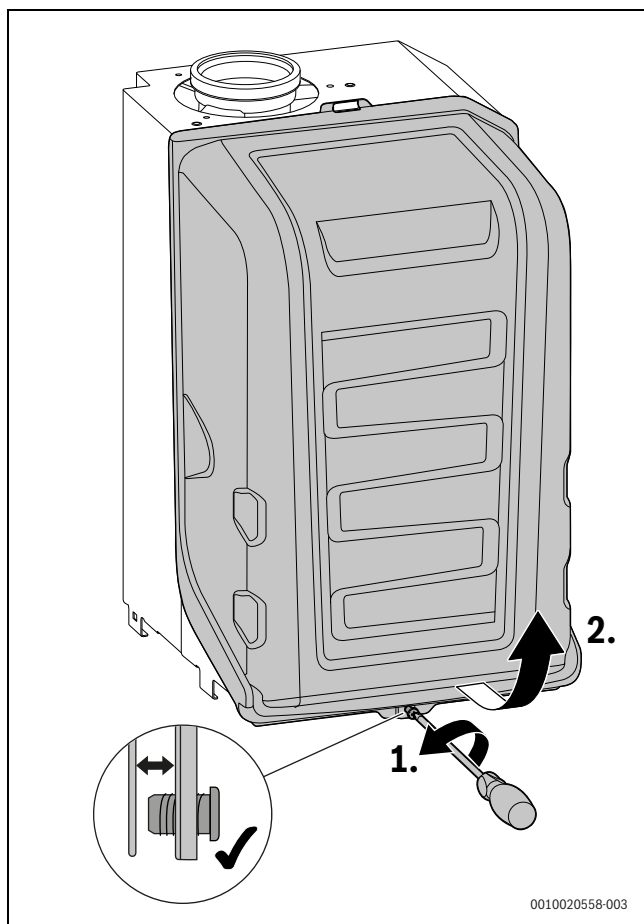

Fig. 146 Retirer le capot du brûleur
- ▶ Retirer le capot du brûleur (→ fig. 146, page 77).